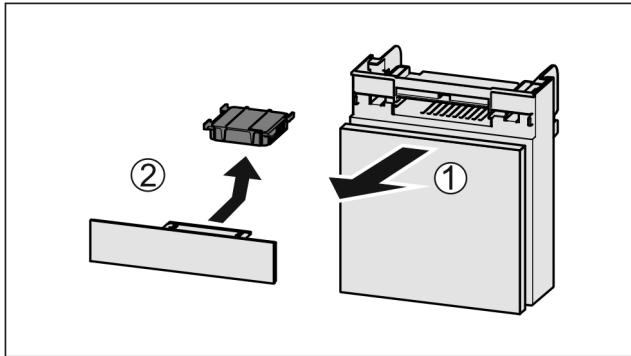

Fig. 66
- ▶ Retire el compartimento hacia delante Fig. 66 (1).
- ▶ Retire el filtro de carbón activo Fig. 66 (2).